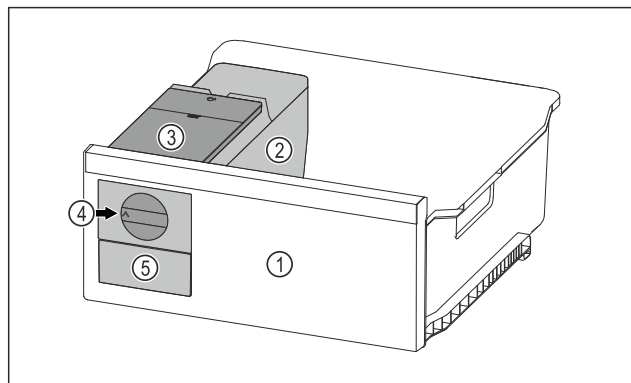

Fig. 127 Simbolična slika
- Vrtljivi gumb Fig. 127 (4) obrnite do konca v smeri urinih kazalcev.
► Kocke ledu iz posode za ledene kocke padajo v predal za ledene kocke Fig. 127 (5).